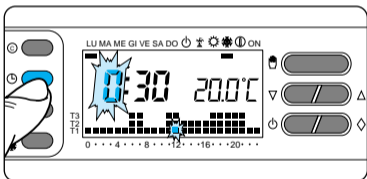

Fig. 19
3.4 - Pulse el botón  (fig. 19).